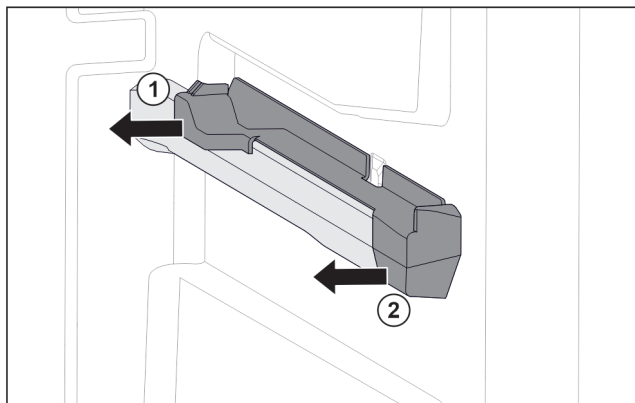

Fig. 146 Element nasadzany na prawym żębrze pojemnika
- ▶ Odciągnąć element nasadzany z tyłu w bok. Fig. 146 (1)
- ▶ Odciągnąć element nasadzany z przodu w bok. Fig. 146 (2)